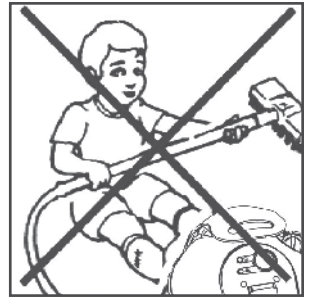

FIG. 5
- das Gerät nicht ohne Aufsicht von Kindern oder anderen unerfahrenen Personen verwenden lassen; (Fig. 5)